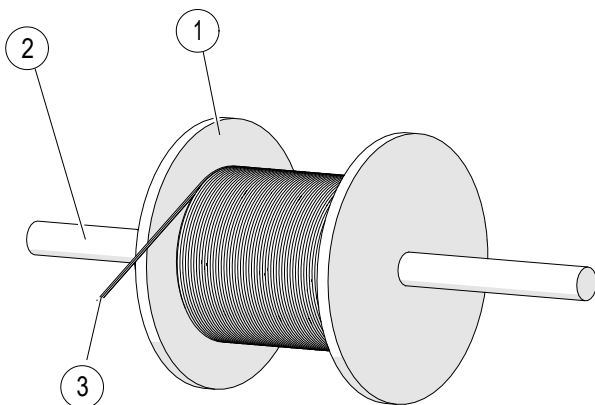

Abb. 6: Aufgewickelter Heizleiter mit Aufhängung
→ Platzieren Sie die Spule mit dem aufgewickelten Heizleiter in der Nähe der Einspeisung des Heizleiters mithilfe einer bauseitigen Achse für die Aufhängung (2) (siehe Abb. 6).